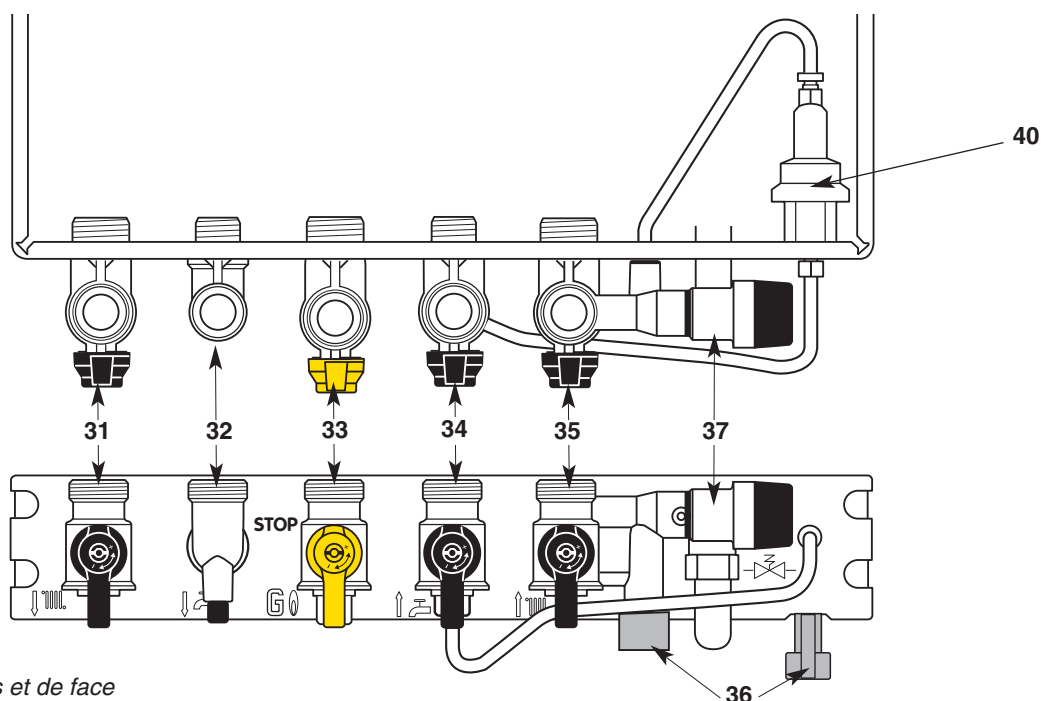

Fig. 23 - Vues de dessus et de face
Barrette robinetterie (fig. 23)
3. Ouvrez le robinet d'arrivée de gaz **33** (fig. 23), sur la position .
- Coupez l'arrivée du gaz en tournant le robinet **33** (fig. 23), sur la position STOP.
*Dans certains cas d'installation, il est possible qu'il se produise, après puisage d'eau chaude, un léger réchauffement de la canalisation (et éventuellement d'un radiateur). Pour l'éviter, il suffit de fermer le robinet départ chauffage **31** (fig. 23).*